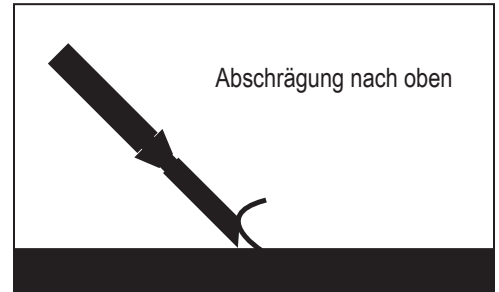
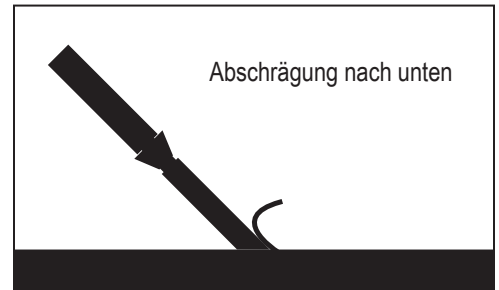

ABB. 9
ABB. 9.1
- Im Normalfall ist die Gehrung der Klinge bei Beton (Abbildung 9) nach oben gerichtet (Abb. 9.1). Bei Holz muss sie nach unten gerichtet sein.